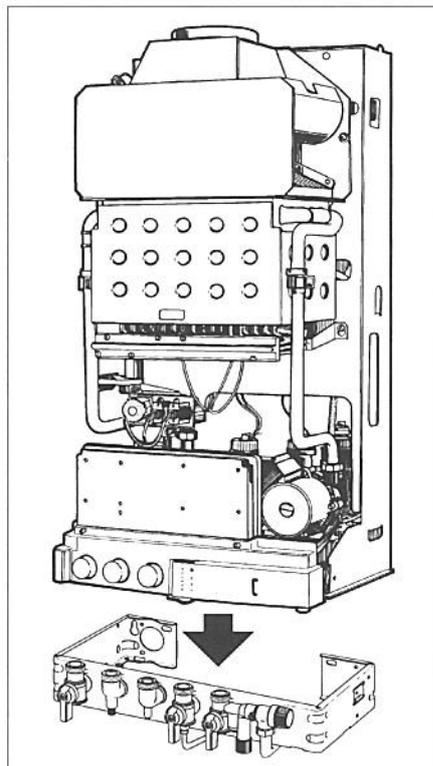

Fig. 9
- Presentar la caldera encima de la barra y dejarla descender en apoyo sobre esta (fig. 9).